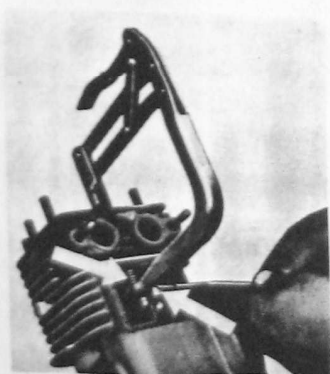

Fig. 21
2. Mit einer Ventilhebezange Ventilsfeder zusammendrücken und Ventilhaltekeile (Fig. 21, rechts) mit einer Seegerringzange entfernen.
4. Ventilsfeder (Fig. 21 links) mit einem Schraubenzieher etwas zusammendrücken und seitlich aus der Ventilkammer entfernen.
2. Compress valve spring with a valve spring compressor and remove valve collets using a pair of circlip pliers (Fig. 21, right).
4. Compress valve spring slightly with the aid of a screw driver and remove sideways from the valve chamber (Fig. 21, left).